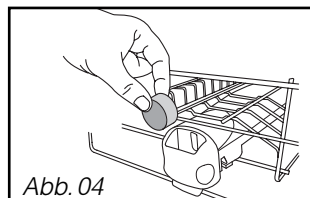
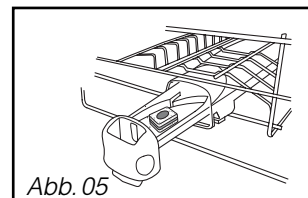

Abb. 04
Abb. 05
Legen Sie herkömmliche Tabs in das äußere Fach (Abb.04) oder – für optimales Ergebnis - ziehen die Spülmittelkammer und legen den Tab hinein. (Abb. 05)
- **Legen Sie den Tab** in das äußere Fach ein (Abb. 04 auf der vorigen Seite) **oder – für optimales Ergebnis – ziehen die Spülmittelkammer und legen den Tab hinein.** (Abb. 05 auf der vorigen Seite).